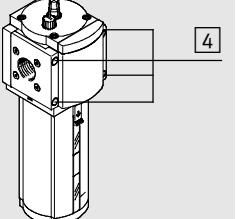

Bild 2
- Tryck alla skyddskäpor [4] framåt, ut ur anslutningsplattorna (→ Bild 2). Skjut ett smalt föremål genom anslutningsplattans bakre öppning.